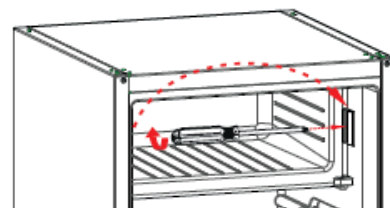

Abb. 8
- ▶ Lösen Sie die Schraube des Gefrierfachtürschlosses und entfernen Sie das Schloss (Abb. 8).